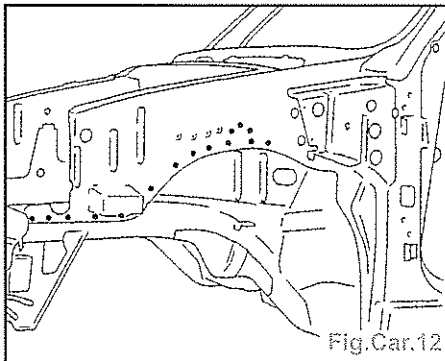

Fig.Car.12
- Souder par points électriques (équipement BA3) (Fig.Car.12).